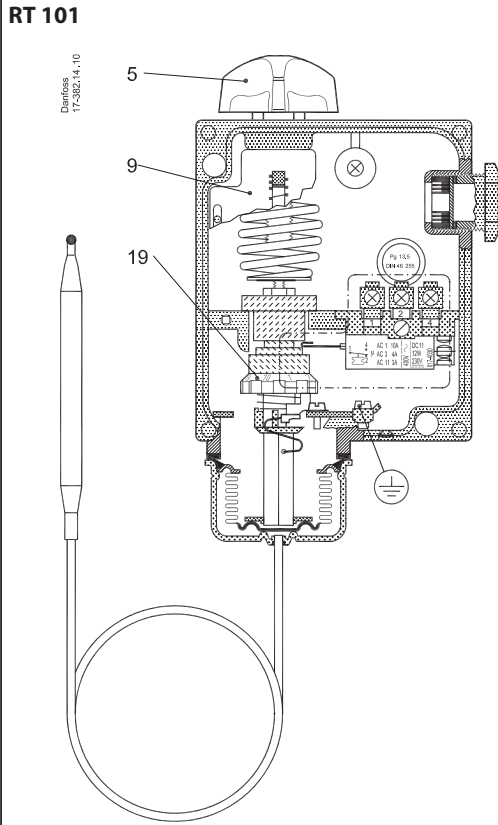

Fig. 1
Fig. 1 and 2
Fig. 1 og 2
Abb. 1 und 2
Die Einstellung selbst wird mit dem Einstellknopf (5) unter gleichzeitiger Ablesung der Hauptskala (9) vorgenommen. Siehe Fig. 1.
Fig. 1 et 2
Le thermostat est réglé d'après la fonction - fermeture ou ouverture du circuit - qui doit se produire à température décroissante (réglage de la plage). Le réglage proprement dit se fait au moyen du bouton cruciforme (5) en lisant sur l'échelle principale (9). Voir fig. 1.